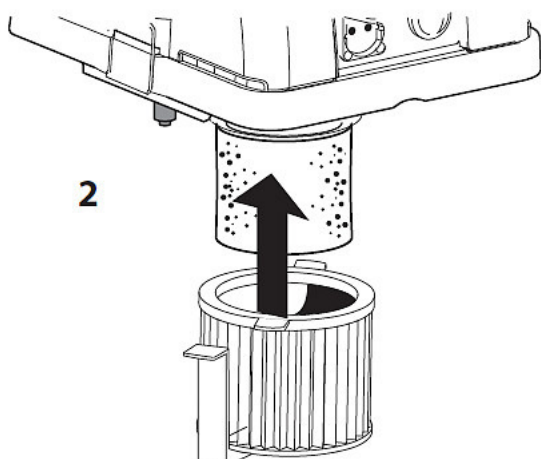

Abb. 6: Montage der Filterpatrone
Schritt 2: Setzen Sie die Filterpatrone in seine Aufnahme (Abbildung 6).